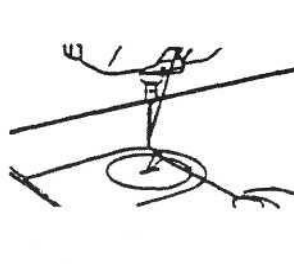

Рисунок 15
11. Блокировка прибора для линейной строчки (см. рисунок 15)
2. Попробуйте держать твердо конец верхней нити, поверните колесо вручную в наиболее удобном, на ваш собственный взгляд, направлении, и нижняя нить высунется из отверстия пластинки для иглы (см. рисунок 15).